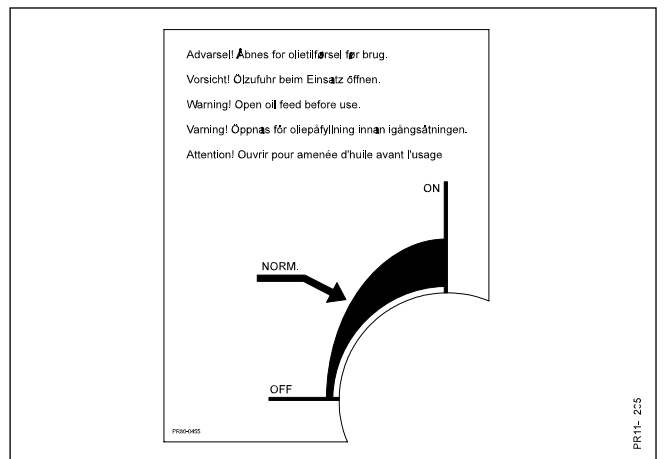

Fig. 5-20
- Fig. 5-20** Tropftakt: ca. 2-3 Tropfen/Min. was ca. 0,2 Liter Öl pro Arbeitstag (10 Stunden) entspricht. Den Tropftakt einstellen indem der Hahn ca. halb geöffnet wird. Die Öltemperatur u.ä. kann eine Justierung notwendig machen.